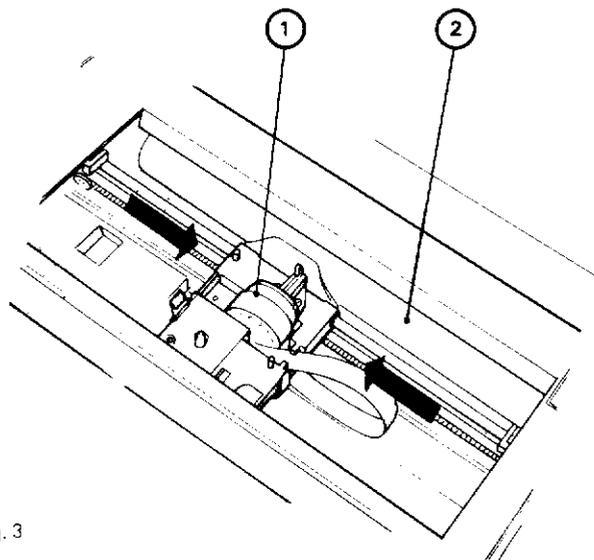

Fig. 3
- Amener la tête d'impression (1) au centre du cylindre d'impression (2) en la déplaçant horizontalement sur ses guides (fig. 3).